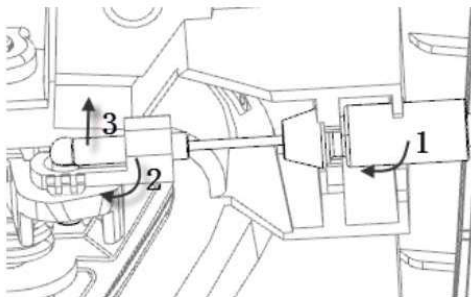

图 8-1-6 内开拉锁拆卸示意图
(6) 如图 8-1-6，先将箭头 1 所指圆圈处向外用力将卡在门板上的拉索护套分离，然后将箭头 2 处拉锁轴套沿箭头 2 旋转与挂钩分离，最后将挂钩沿箭头 3 所指处向上提起即可将拉锁整体与门护板分离。